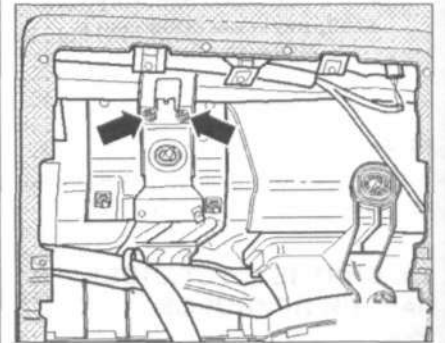

Рис. 13.51. Открутите гайки (стрелки).
23. Открутите гайки (стрелки) (рис. 13.51).